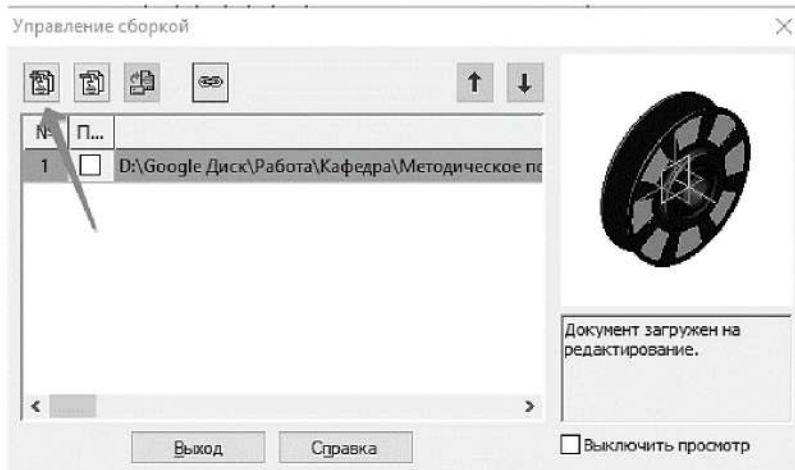

Рисунок 4.48. Подключение документа к спецификации
3.2.5 В окне **Управление сборкой** нажмите кнопку **Подключить документ**  (рисунок 4.48).